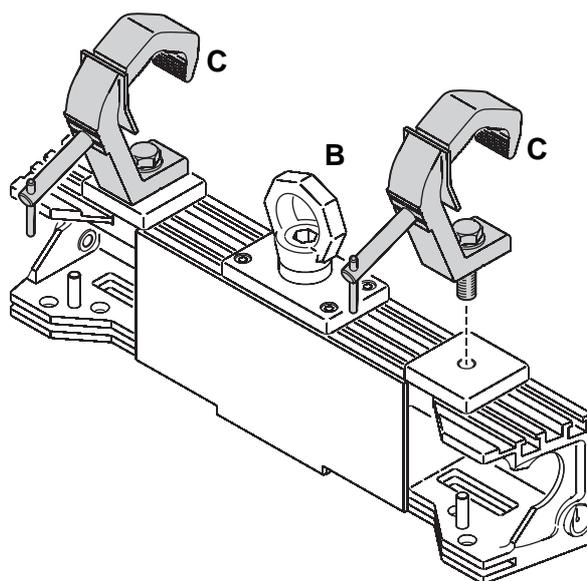

Figure 4: Crochets de suspension
1. Voir Figure 4. Procurez-vous des crochets de suspension (**C**) homologués pour le poids total qu'ils vont soutenir. Vissez deux de ces crochets au Bloc de Tête avec de la connectique M12 homologuée pour la charge à soutenir.